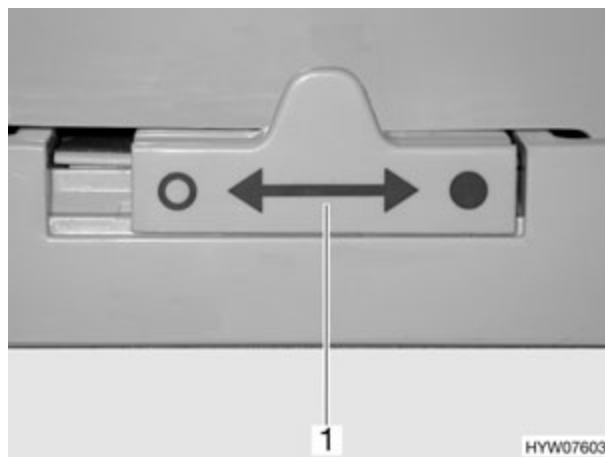

Fig. 160 Bloqueo de la puerta del frigorífico (variante 4)
- Empujar el cierre (Fig. 160,1) hacia la izquierda "○".
- Empujar el cierre (Fig. 160,1) completamente hacia la derecha "●".